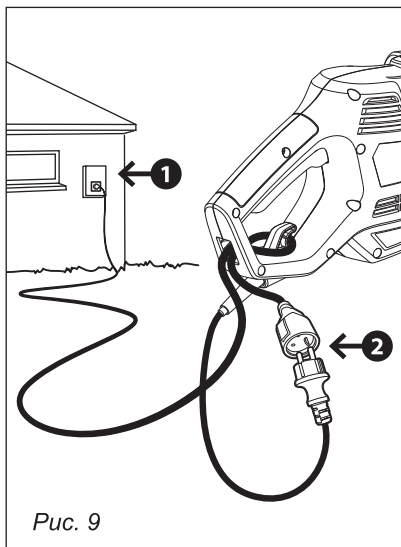

Рис. 9
**ВНИМАНИЕ!** Перед техническим обслуживанием проверьте, что электрокусторез отключен от электросети (рис. 9).